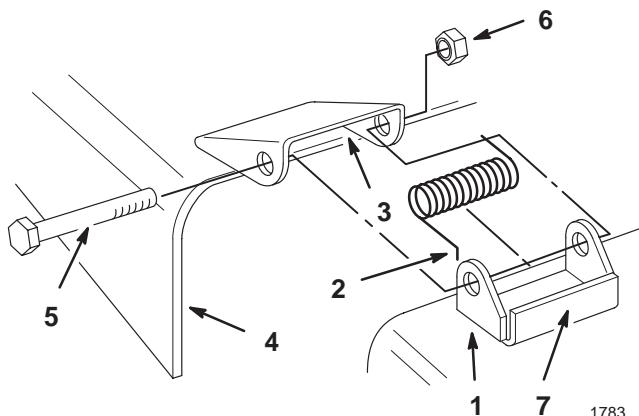

Bild 2
- Setzen Sie die Federn in die Mähwerkhalterungen, und zwar mit den Hakenenden über der erhobenen Rückseite (Bild 2).
- Richten Sie das Ablenkblech mit den Löchern in den Halterungen und den geraden Enden der Feder unter dem Scharnier sowie über dem Ablenkblech aus (Bild 2).
- Befestigen Sie das Ablenkblech mit den 2 Schrauben (3/8 x 3-1/2 Zoll) und den 2 Sicherungsmuttern (3/8 Zoll) an der Halterung (Bild 2).